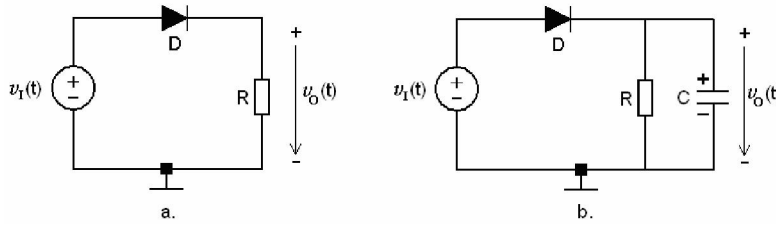
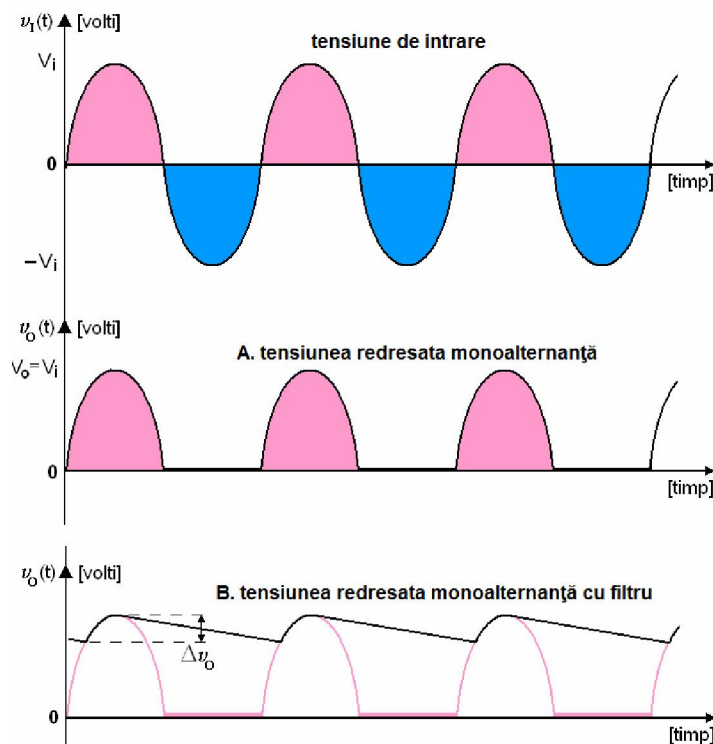

Figura 2. Schema redresorului monofazat monoalternan .
Figura 3. Formele de undă ale tensiunilor redresorului monoalternanță .
Schema de baz a redresorului monoalternan este prezentat în Figura 2.a, unde **D** reprezintă o diod semiconductoră specială, numită diod redresoare, iar **R** este rezistența de sarcină a redresorului, adică rezistența de pe care se culege tensiunea de ieșire.
din care se observă că semialternanța negativă a tensiunii de intrare nu se mai regăsește în tensiunea de ieșire a circuitului, fenomen care se numește redresare monoalternanță. Pe baza ecuației de funcționare a redresorului monoalternanță, forma de undă a tensiunii redresate (tensiunea de ieșire a circuitului) rezultă conform celei prezentate în Figura 3.a.
**Introducerea filtrului de tensiune:** pentru buna funcționare a stabilizatorului de tensiune din sursa de tensiune continuu este necesară reducerea variației tensiunii redresate, care pentru circuitul din Figura 2.a este egală cu amplitudinea tensiunii de ieșire. Reducerea suplimentară a variației tensiunii redresate se realizează prin introducerea la ieșirea redresorului a unui **filtru de tensiune**. Altfel, rolul filtrului de tensiune este de a reduce variația tensiunii redresate la o valoare care să asigure buna funcționare a stabilizatorului de tensiune din sursa de tensiune continuu.
Filtrul de tensiune este realizat dintr-un condensator de capacitate electrică foarte mare, denumit condensator de netezire, care se introduce în circuit în paralel cu rezistorul de sarcină  $R$ , așa cum se prezintă în Figura 2.b. În Figura 3.b se prezintă variația tensiunii de ieșire a circuitului pentru cazul în care la ieșirea redresorului dispune de un filtru de tensiune (pentru comparație, cu linie mai deschisă la culoare se prezintă forma de undă a tensiunii de ieșire a redresorului fără filtru). Se poate demonstra că dacă variația  $\Delta v_O$  a tensiunii de ieșire a redresorului cu filtru capacitiv este mai mică decât maxim 10% din valoarea variației tensiunii de ieșire a redresorului fără filtru, atunci variația  $\Delta v_O$  depinde de valoarea capacității  $C$  a filtrului capacitiv conform relației:
3. Se realizeaz circuitul din Figura 2.a în care  $R=10[\text{k}\Omega]$ , iar sursa de tensiune  $v_I(t)$  reprezint generatorul de semnal, cu parametrii regla i la punctul anterior.
6. Se scoate din circuit sonda de m sur a osciloscopului i apoi se realizeaz circuitul din Figura 2.b, în care  $C=10[\mu\text{F}]$ . Condensatorul  $C$  se va introduce în circuit cu terminalul + conectat la catodul diodei, iar terminalul – la masa circuitului.
1. După crearea unui nou proiect, se editează redresorul de tensiune monoalternan, prezentat în Figura 2.a. Tipul diodei redresoare, utilizat pentru realizarea circuitului este **D1N4001** și se alege din librăria **DIODE**, care trebuie inclus în proiect. Valoarea rezistenței **R** se alege egală cu **1[kΩ]**, iar sursa de tensiune sinusoidală **vI(t)** se alege de tipul **VSIN** cu parametrii setați la următoarele valori: **VOFF=0** (valoare medie), **VAMPL=20[V]** (amplitudine), **FREQ=50** (frecvență).
**4. Efectul introducerii unui filtru de tensiune capacitiv în circuit:** în acest scop, se editează circuitul din Figura 2.b în care se prestează pentru toate elementele de circuit valorile de la circuitul anterior (la circuitul deja editat se introduce condensatorul de filtrare). Pentru valoarea capacitivității electrice **C** a condensatorului se alege valoarea indicată în tabelul de mai jos, în funcție de masa de lucru: